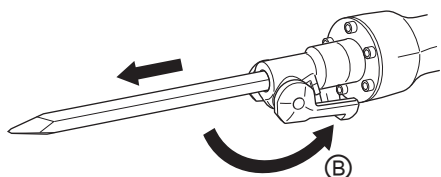

Fig. 6
- (3) Fixer l'accessoire en place en amenant la retenue sur la position de serrage (B). Pour s'assurer que l'accessoire est monté correctement, tirer dessus (Fig. 6)